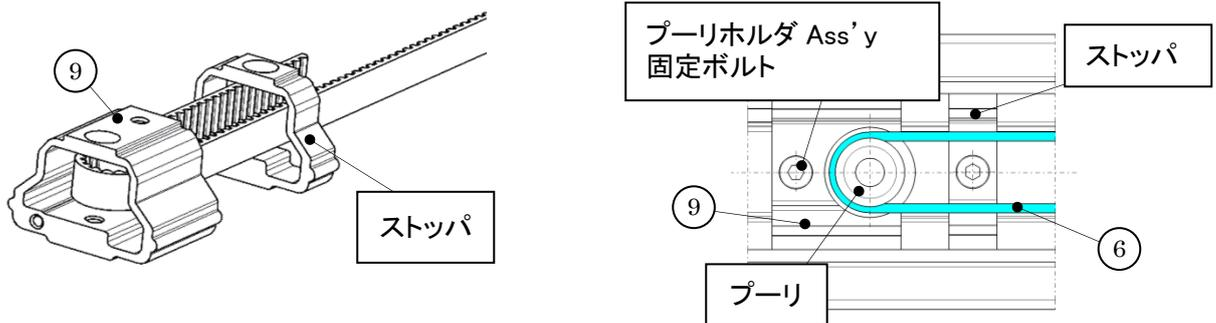

図 8-1. プリーホルダ部断面
交換するベルトを抜き取った逆の手順で⑨プリーホルダ Ass'y に通し(図 8-1 参照)、テーブル内側にも確実にベルトを挿入し、ループさせてください。